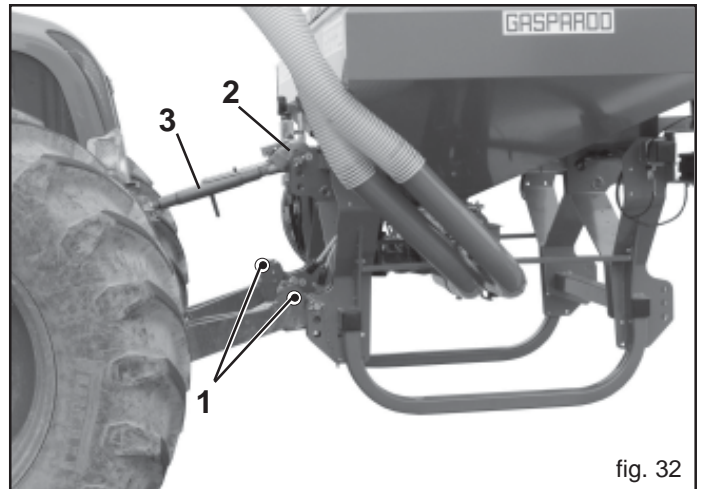

fig. 32
- 1) Agganciare le barre del sollevatore sui perni predisposti (1, Fig. 32). Bloccare con le copiglie a scatto.
- 2) Collegare il terzo punto superiore (2, Fig. 32); la spina va bloccata con l'apposita copiglia; mediante il tirante di regolazione (3, Fig. 32) fare in modo che l'attrezzatura si sia perpendicolare al terreno (Fig. 34).